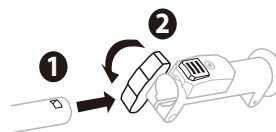

Fig. 3B
3. Alinee el orificio de instalación del eje del accesorio con la flecha del eje del cabezal eléctrico y empuje el eje del accesorio en el eje del cabezal eléctrico hasta que oiga un "clic", lo que significa que el eje de fijación está montado en su sitio. (Fig.3B, 1)
5. Apriete firmemente la perilla mariposa. (Fig.3B, 2)